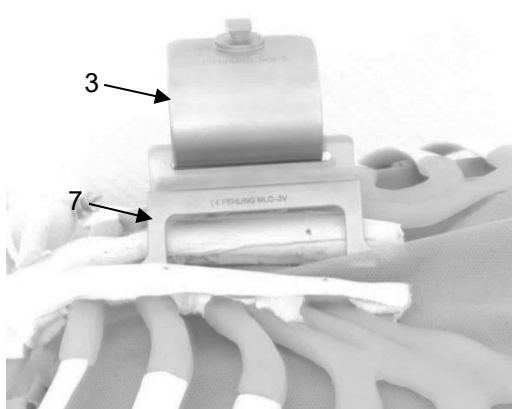

fig. 10
1. För in IMA-bladet (3) tillsammans med IMA-hållbladet (7) i sternumsågsnittet (fig. 10).